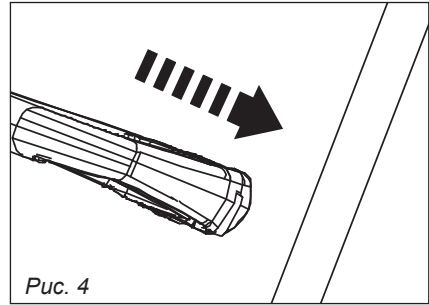

Рис. 4
2. Установите вспомогательную рукоятку на верхней части штанги. Отрегулируйте ее так, чтобы она находилась в верхней части верхней штанги, рис. 4.